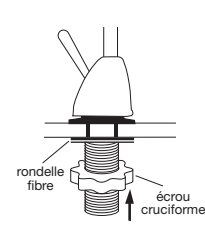

Figure 2
- ☐ Par dessous l'évier, glissez la rondelle en fibres de 2 1/4 po (5.7 cm) sur la base du robinet. Réinstallez l'extension filetée sur la base en serrant bien. Vissez l'écrou-étoile sur l'extension jusqu'à ce qu'il serre bien (Figure 2).